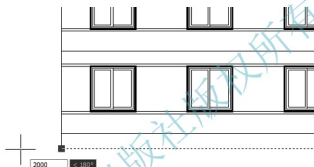

图 4.62 加长地平线
(1) 打开【正交】功能，在命令行无命令的状态下单击最下面的水平线（地平线），出现蓝色夹点，然后单击左边的夹点使其变红，即变成热夹点，查看命令行。
(2) 在指定拉伸点或[基点(B)/复制(C)/放弃(U)/退出(X)]:提示下，将光标水平向左拖动，输入“2000”后按Enter键，结果如图4.62所示，地平线从左端点处向左加长2000mm。